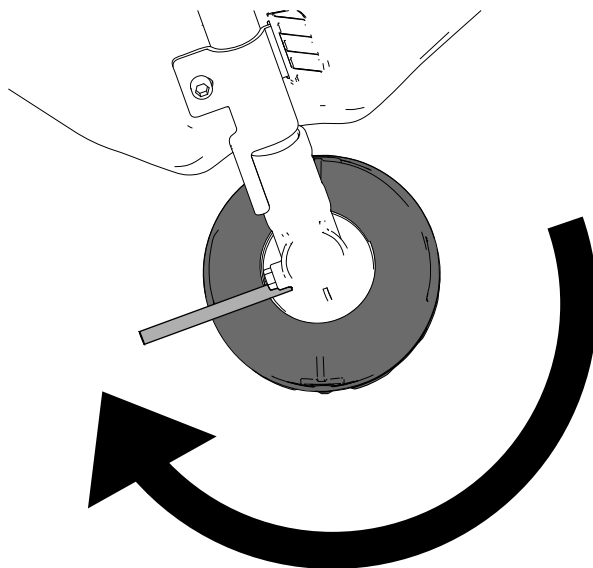

Figura 17
4. Com a haste metálica a fixar a cabeça, rode a cabeça o sentido dos ponteiros do relógio para a retirar do poste roscado da engrenagem Figura 17
4. Remova a cavilha da zona lateral da roçadeira (Figura 17).